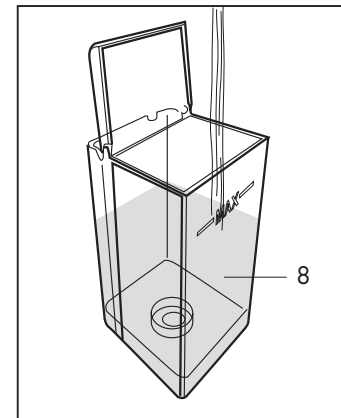

Abb. 2
- Füllen Sie den Behälter mit maximal 2,5 Liter frischem Wasser auf. (**Abb. 2**)